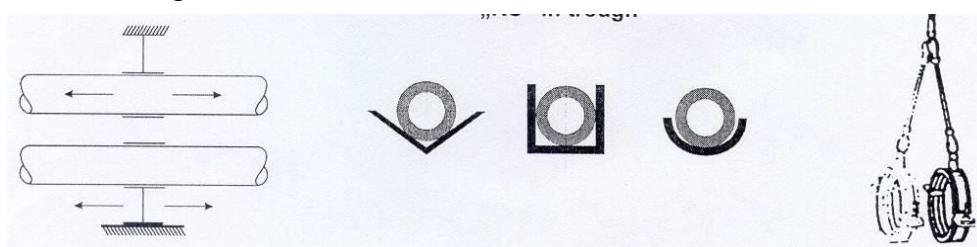

Fig. nr. 8
- b) prinderea cu alunecare, aceasta lasă posibilitatea miscării țevii în direcția contractării sau dilatării. Exemple de prindere cu alunecare sunt prezentate în fig. nr. 8.